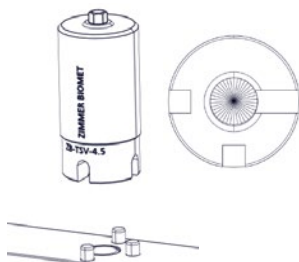

Figura 4.
- × Os de blanks para pilares pré-fresados têm três entalhes de orientação. Alinhar os entalhes dos blanks com os três pinos do suporte (Figura 4).